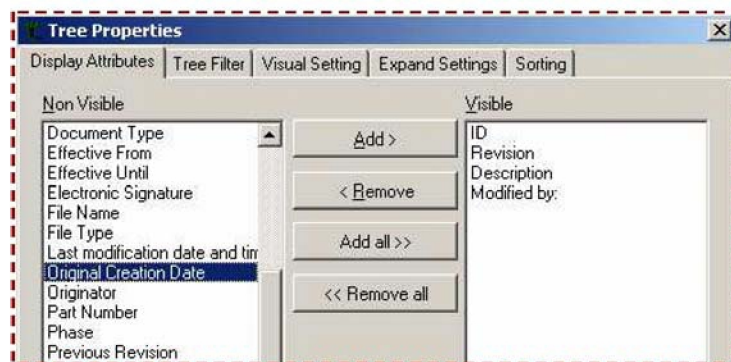

Рис.9. Настройка видимости атрибута «Кем изменен»
- В окне Tree Properties, на закладке Display Attributes, выберите «Modified by» и добавьте к списку Visible (рис. 9).